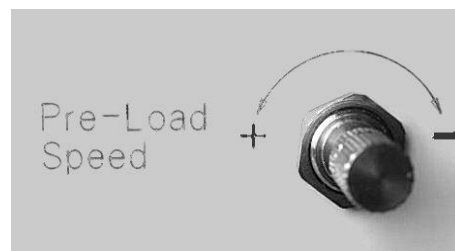

Abb. 10.02
2. Loslassen des linken Fußpedals und das Gesenk schließt auf dem Crimpkontakt. Die Geschwindigkeit der Vorverpressung kann mit der Drossel „Pre-Load Speed“ (Abb. 10.02) eingestellt werden.